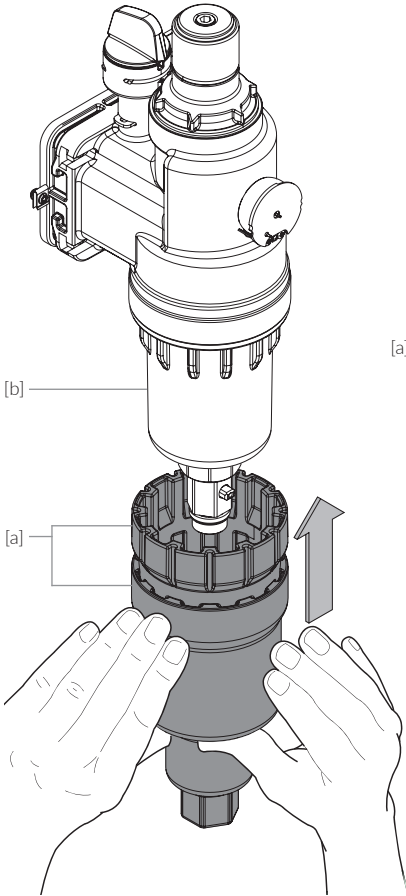

Fig. 9.13
- / Fig. 9.13 : Écrou de maintenance CONEL pour godet filtrant DN20-32 [a] (voir chapitre 12, Pièces de rechange), composé de deux pièces, à enfiler par le bas sur le godet filtrant [b]